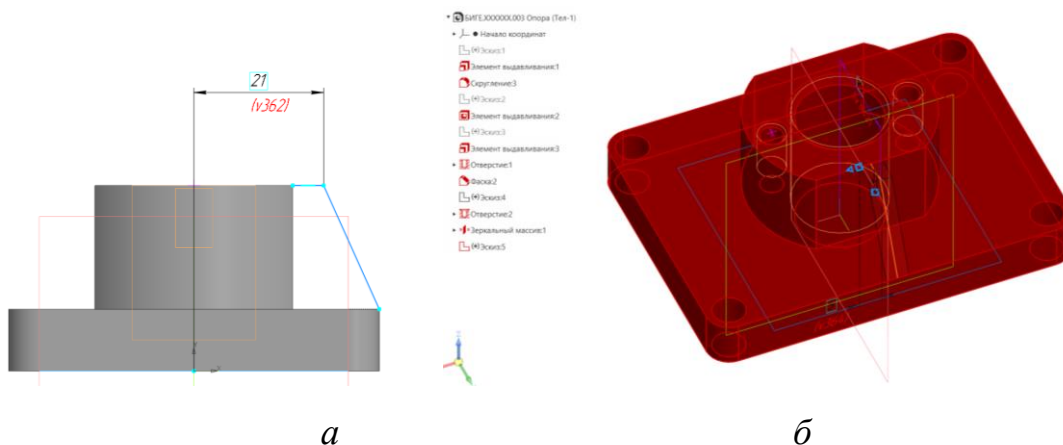

Рис. 25 Ребро жесткости 1: *а* – Эскиз 5, *б* – команда «Ребро жесткости 1»
- **Инструменты эскиза – Геометрия – Отрезок.** Параметры операции Отрезок: геометрические ограничения – Выравнивание по горизонтали, Объединить точки; размерная зависимость (рис. 25).
- **Твердотельное моделирование – Элементы тела – Ребро жесткости.** Параметры операции Ребро жесткости: контур ребра жесткости 1 – Эскиз 5; положение – в плоскости эскиза; толщина ребра жесткости – 5 мм (см. рис. 25).